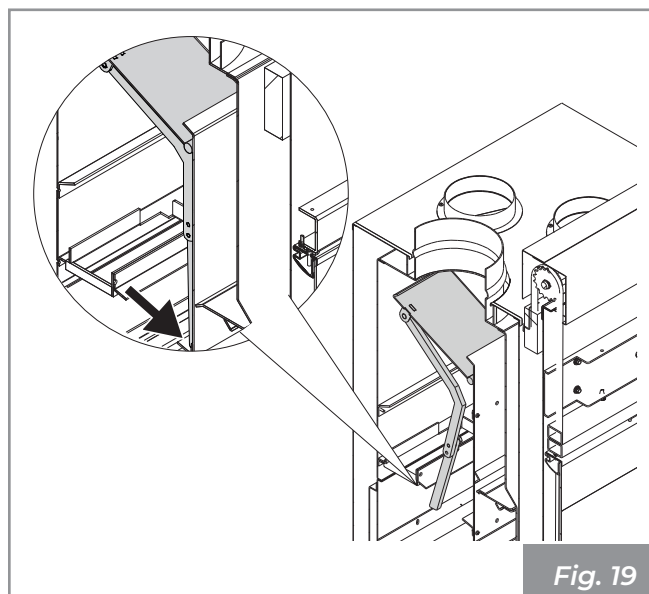

Fig. 19
- 2) Assicurarsi che la valvola di ispezione canna fumaria sia in posizione chiusa con l'asta posizionata nella apposita mensola (**Fig. 19**).